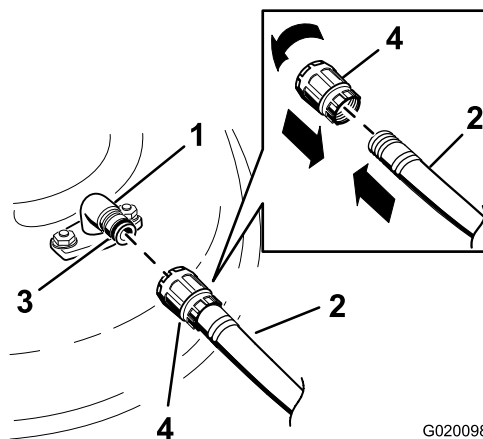

Figura 77
3. Atașați cuplajul furtunului la capătul fittingului de spălare a mainii de tuns iarba i porniți apa cu presiune maximă (Figura 77).